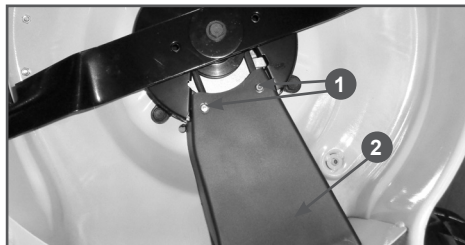

Рис. 30 Кожух защитный ремня привода
3. Открутите два винта 1 крепления и снимите защитный кожух 2 ремня (Рис. 30).